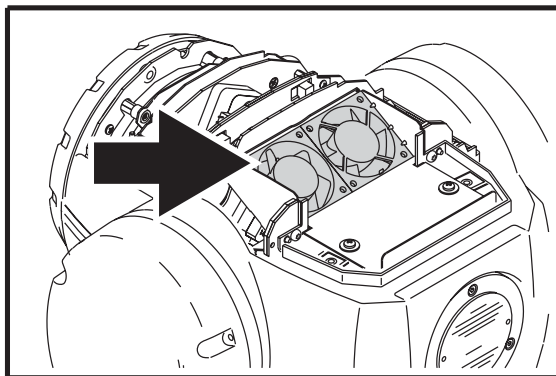

Ilustración 10: Ventiladores de la cabeza
6. Limpiar los dos ventiladores de la cabeza (ver Ilustración 10) y las aperturas de ventilación de las cubiertas de la cabeza con un paño de algodón y una aspiradora.